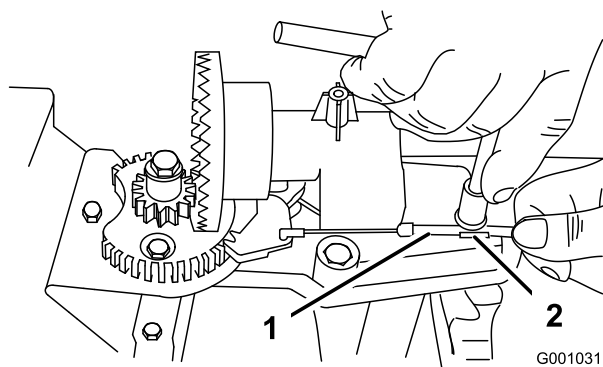
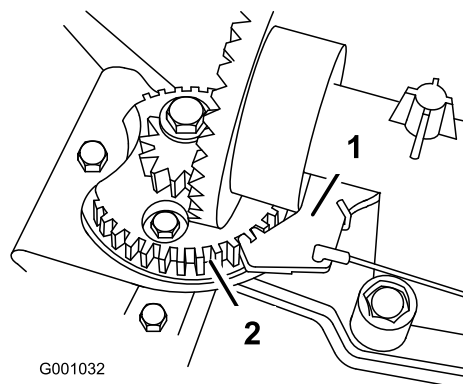

Рисунок 53
Рисунок 54
2. Ослабьте затяжку болта на хомуте кабеля (Рисунок 53).
до тех пор, пока фиксатор желоба не войдет полностью в зацепление с зубчатой передачей редуктора (Рисунок 53 и Рисунок 54).
Примечание: Фиксатор подпружинен, и под действием пружины стремится войти в зацепление с шестерней редуктора (Рисунок 54).